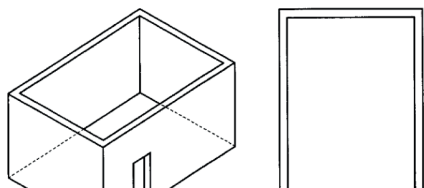

Figura 1: Área exterior- Ejemplo 1
1. Un recinto con paredes en todos los lados, pero con al menos una abertura permanente a nivel del suelo y sin cubierta superior. (Consulte la Figura 1).